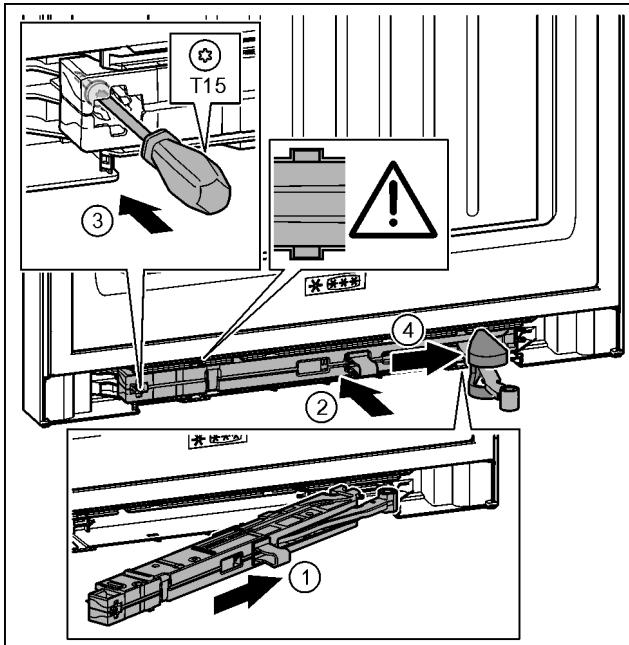

Fig. 39
- Introduzca la unidad de amortiguador de cierre en el lado del soporte de cojinete en posición inclinada en la escotadura hasta el tope. *Fig. 39 (1)*
- Desplace por completo la unidad de amortiguador de cierre en la escotadura. *Fig. 39 (2)*
- Apriete el tornillo con un destornillador T15. *Fig. 39 (3)*
- Desplace la cubierta sobre la articulación. *Fig. 39 (4)*